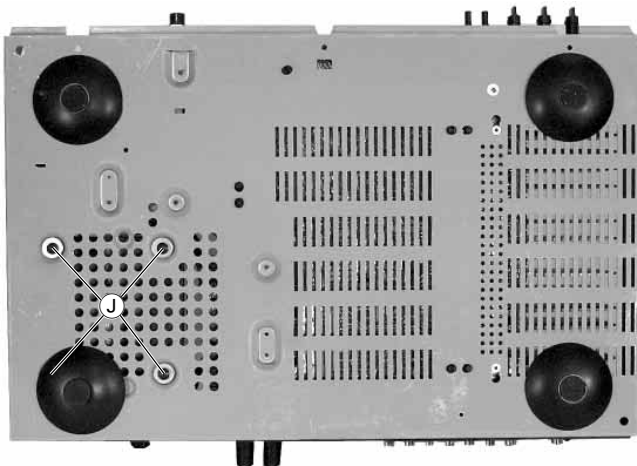

Fig. 4
- 4 Schrauben ⑨ herausschrauben (Fig. 4).
- Undo 4 screws ⑨ (Fig. 4).